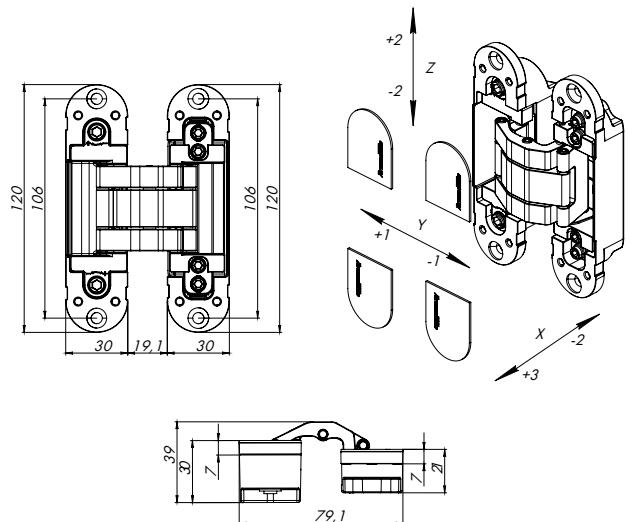

Рис. 1 — Габаритные размеры петель
- Габаритные размеры в открытом положении петли (рис.1):
- Вертикальная регулировка (Z):  $\pm 2$  мм
- Горизонтальная регулировка (X):  $-2+3,5$  мм
- Регулировка по глубине (Y):  $\pm 1$  мм